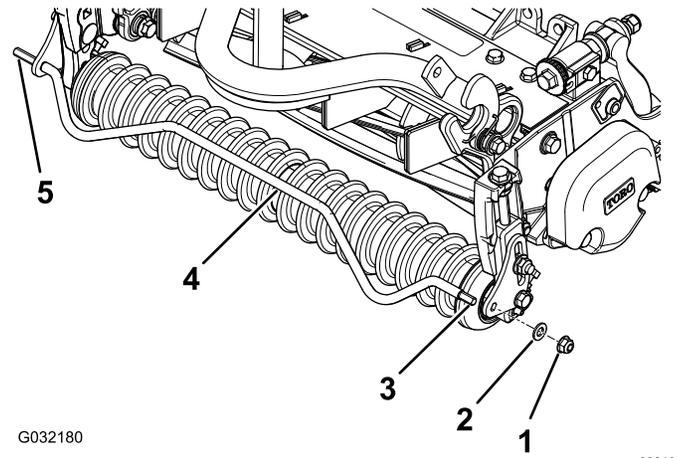

图 8
2. 将集草斗杆的非螺纹端插入集草斗板上的孔图 8。
3. 将集草斗杆的螺纹端图 8 与另一个集草斗板上的孔对齐。
4. 将集草斗杆穿过孔然后在杆的螺纹端安装一个垫圈和一个凸缘螺母图 8。